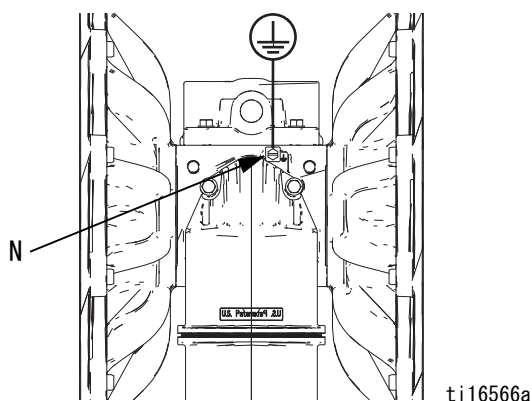

図3. ネジとワイヤーの接地
- N ネジの接地（アルミニウムとステンレス鋼のみ、図3、10 ページを参照）
ポンプ図3を参照してください。接地ネジ (N) をゆるめます。12 ga. の最小接地ワイヤ (R) の一方の終端を接地ねじに挿入し、ねじをしっかりと締めます。接地ワイヤーのクランプ側の端を大地アースに接続してください。部品番号 238909 の接地線およびクランプは、Graco からご購入頂けます。